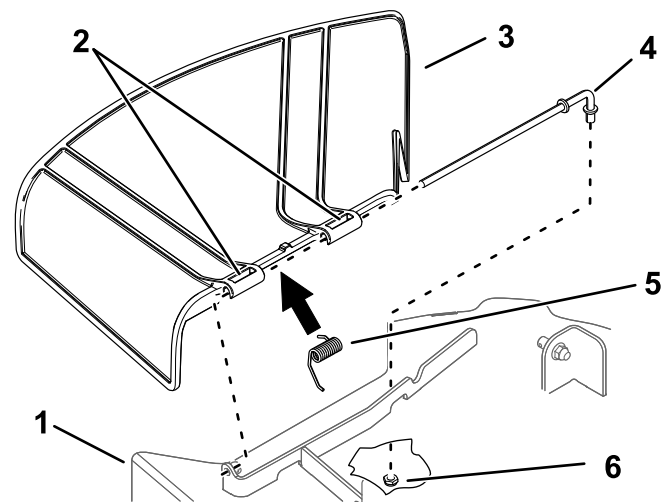

Figure 68
2. Sortez la tige du support du tablier, du ressort et du déflecteur d'herbe (Figure 68).
4. Montez le nouveau déflecteur d'herbe (Figure 68).
7. Insérez la tige dans le second pivot du déflecteur d'herbe (Figure 68).
9. Fixez l'extrémité arrière de la tige dans le tablier de coupe à l'aide d'un écrou ($\frac{3}{8}$ po), comme montré à la Figure 68.
1. Retirez l'écrou ($\frac{3}{8}$ po) de la tige, sous le tablier de coupe (Figure 68).